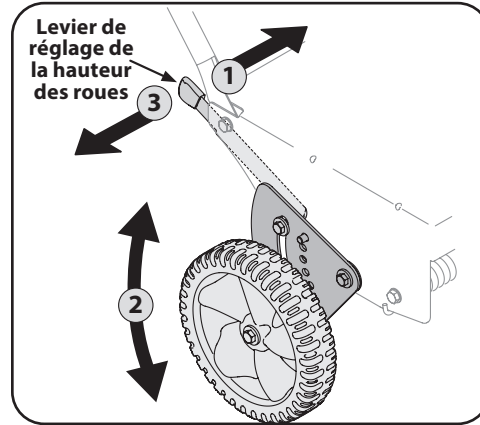

Figure 3-4
1. Pour abaisser la roue arrière droite, déplacez le levier de réglage légèrement à gauche. Voir Figure 3-4.
3. Relâchez le levier de réglage pour bloquer la roue. Voir Figure 3-4.